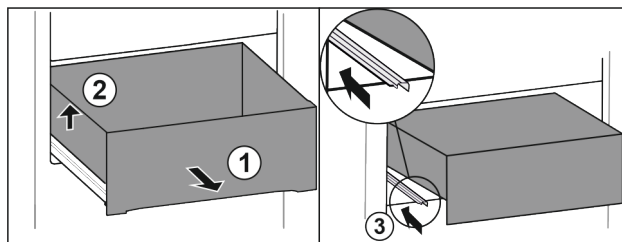

Fig. 91
- Vytáhněte zásuvku až na doraz. Fig. 91 (1)
- Nadzvedněte zásuvku vlevo. Fig. 91 (2)
- Zasuňte levou kolejničku. Fig. 91 (3)